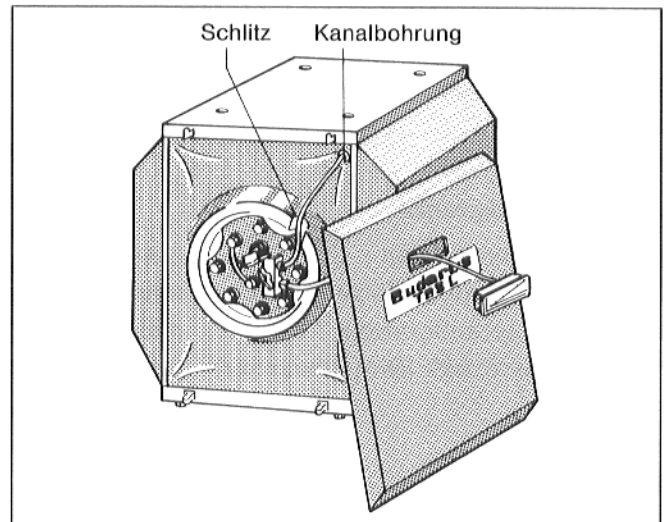

Abb. 7
- Fühler an der Kanalbohrung der Speichervorderseite herausziehen und zur Fühlerbefestigung am Handlochdeckel führen (Abb. 7).
- Fühler für Brauchwasserthermometer* (FB) von vorne durch den Ausbruch der Mantelvorderwand führen und Thermometergehäuse in den Ausbruch einsetzen (Abb. 7).
- Fühlerleitung abrollen und in dem Schlitz im Wärmeschutz zur Fühlerbefestigung am Handlochdeckel führen (Abb. 7).